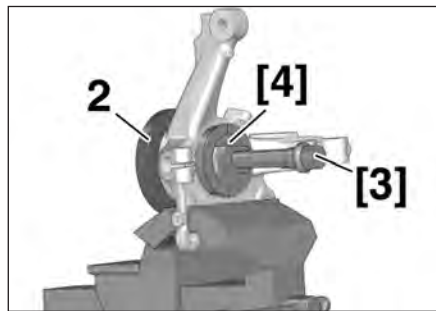

FIG.20
- Poser les outils [4] et [3] (Fig.20).
- Extraire le moyeu (2) avec la demi-cage extérieure de roulement.